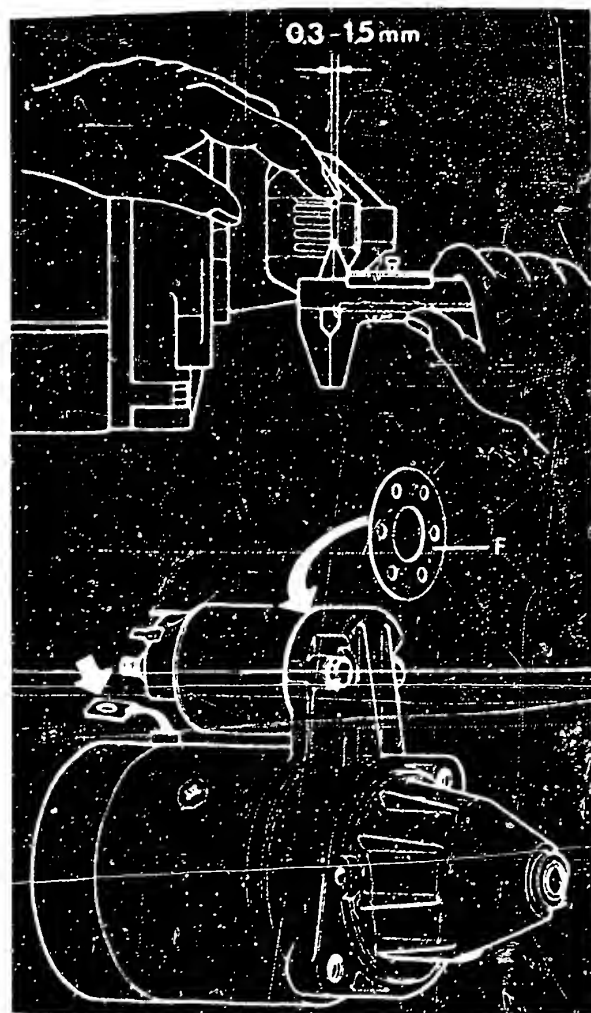

Bild 50 Prüfen des Ritzabstandes bei eingeschaltetem Magnetschalter. Die austauschbare Passscheibe (F) ist in einer Dicke von 0,5 und 0,8 mm erhältlich.
Nach einer Revision muss der Ritzelabstand bei eingeschaltetem Magnet-schalter geprüft werden (Feldwicklung abgehängt). Das Spiel von 0,3...1,5mm (Bild 50) kann durch eine andere Passscheibe (F) verändert werden: